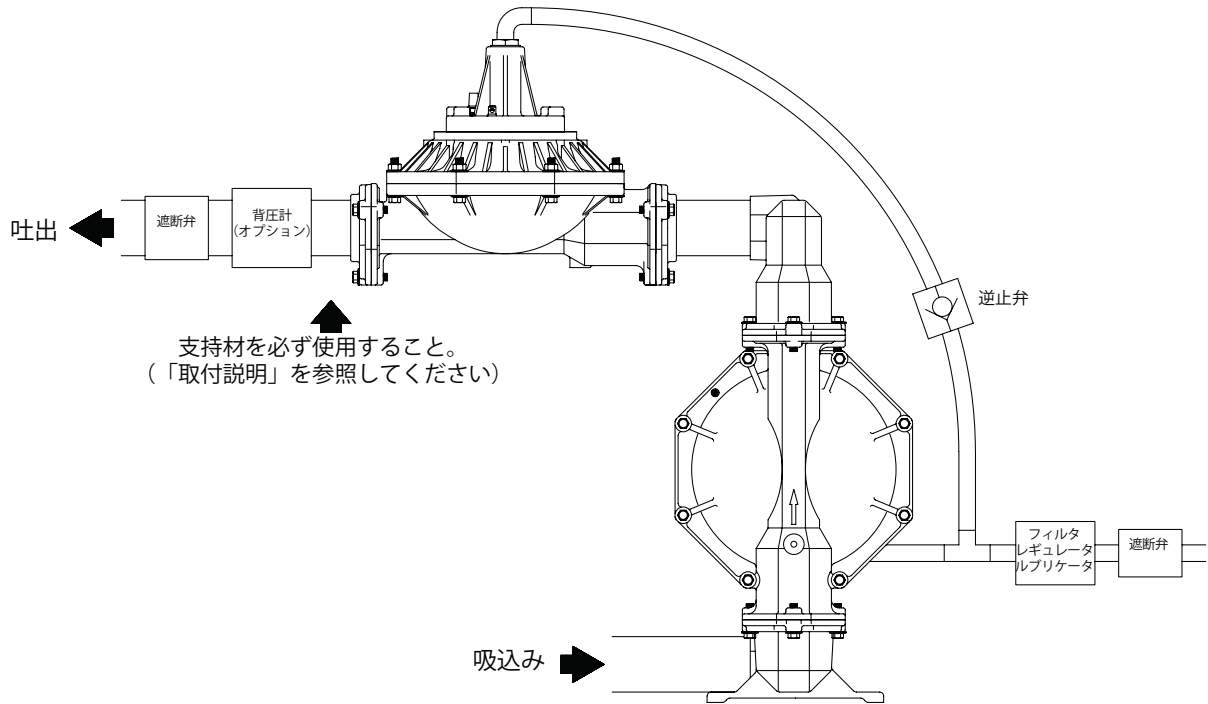

図 2
- Shock Blocker のパルスダンパーは、できる限りポンプ吐出部に近づけて配置してください (図 2 参照)。